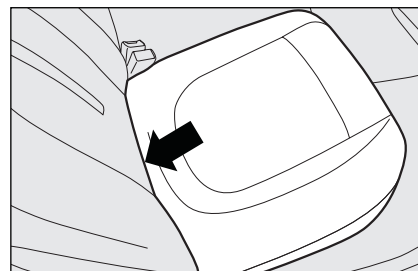

Рис. 88
- ☐ поднимите подушку переднего сиденья вперед (см. стрелка **рис. 88**);